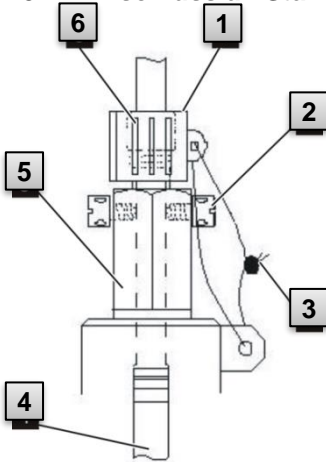

Abb. 15
3. Lassen Sie den Temperaturlaufnehmer mit Hilfe der Plombierhülse **1** und der Drahtplombe **3** gemäß Abb. 15 durch einen Eichbeamten verplomben.